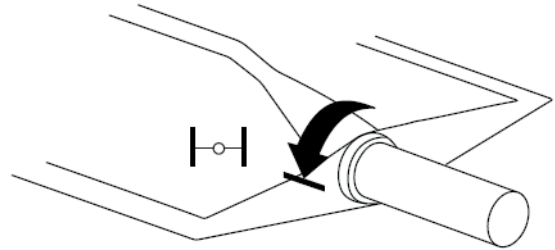

Figure 3 : Fermeture du registre
1. Assurez-vous que le registre est en position complètement fermée (Figure 3).